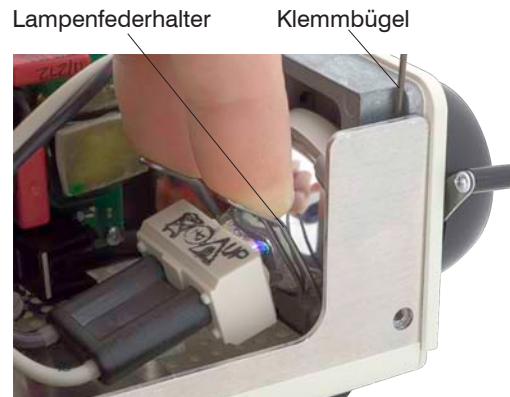

Abb. 12 Lampenfederhalter nach unten drücken
- ➡ Nehmen Sie nun den Lampensockel und drücken gleichzeitig den Lampenfederhalter nach unten, siehe Abb. 12.